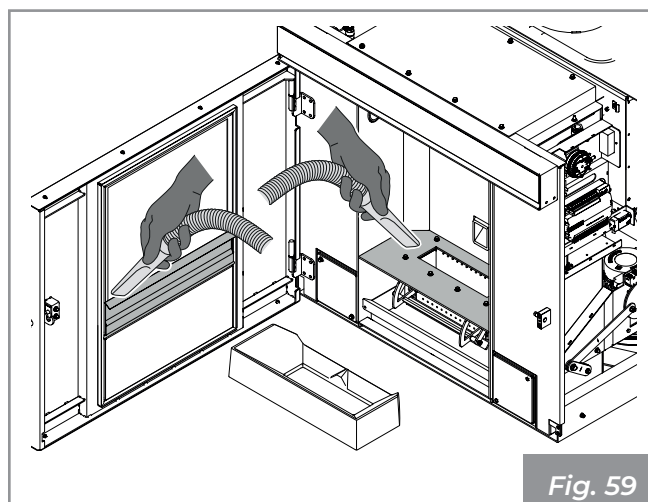

Fig. 59
- Aspirer les cendres résiduelles Fig. 59.